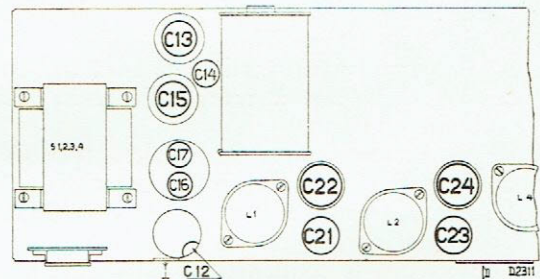

Fig. 3
- N.B. 1. Avant de commencer les opérations de réglage il faut ramollir la cire sur les condensateurs en question et sur les noyaux en fer réglables (fig. 3) à l'aide
4. Régler successivement les condensateur C 16, C 15, et C 13 sur „sortie maximum” (fig. 3).